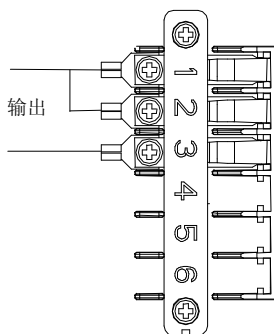

图 3
3、接线图如图3所示：端子1、2内部为短接，与端子3组成阻抗输出方式。